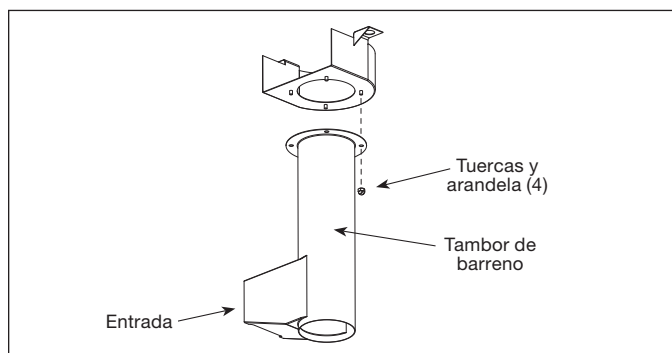

Figura 16.
- E. Retire las cuatro tuercas y arandelas que unen la parte superior del tambor de barreno con la parte inferior (ver Figura 16).